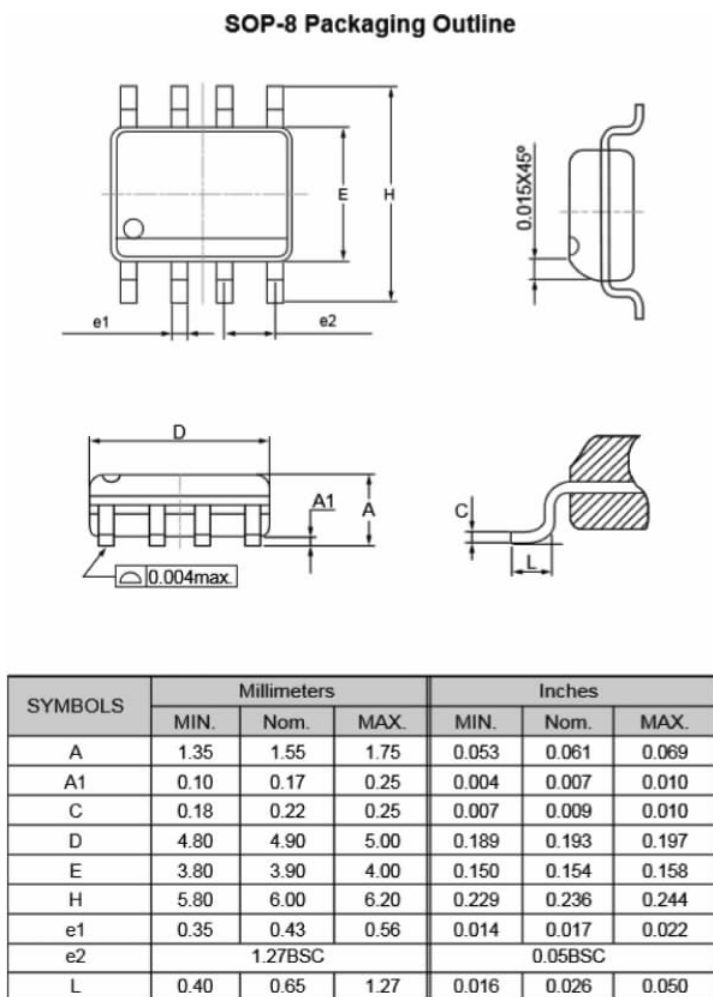
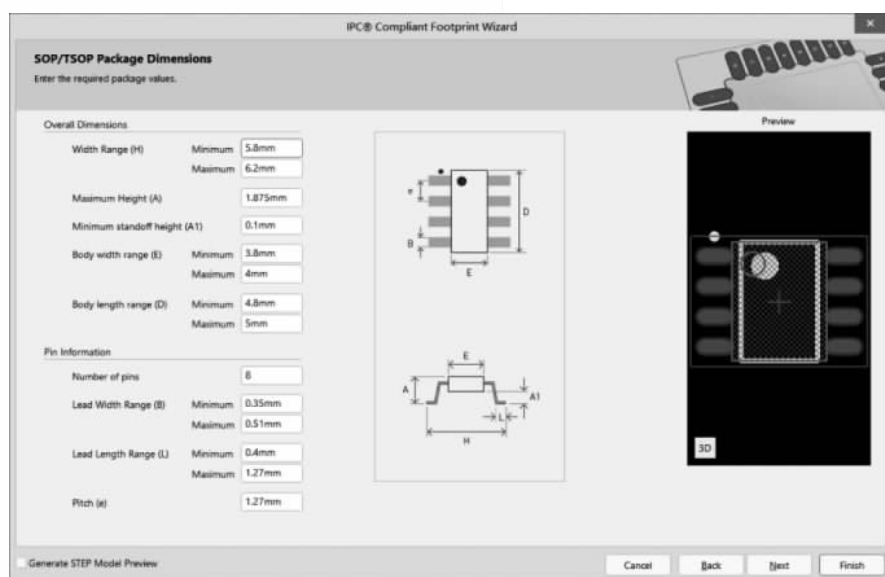

图 3-42 SOP-8 数据手册
图 3-45 输入芯片参数
SOP-8 封装规格书如图 3-42 所示。
(3) 选择好封装类型之后,单击 Next 按钮,在弹出的 SOP/TSOP Package Dimensions 对话框中根据图 3-42 所示的芯片规格书输入对应的参数,如图 3-45 所示。